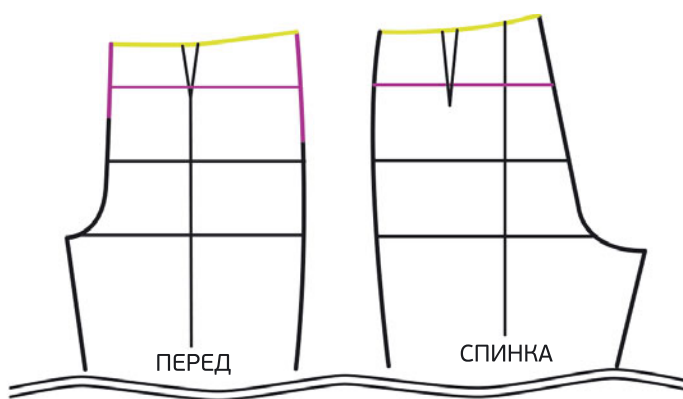

РИС. 2
- линия отреза зеленым цветом (рис. 2) расположена около 5 см ниже линии талии. В этом случае сохраните концы оставшихся вытачек;